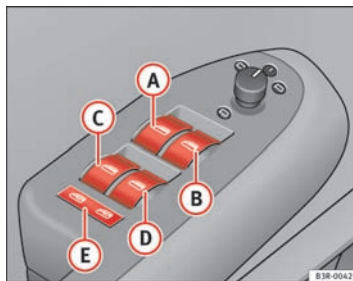

Fig. 80 Détail de la porte du conducteur :
- A** Commande ⇒ fig. 80 de la glace de la porte du conducteur.
Avec le commutateur de sécurité ⇒ page 114, fig. 80 **E** vous pouvez désactiver les commandes de lève-glace situées sur les portières arrière. Il n'est possible d'ouvrir ou de fermer les glaces à partir des places arrière que si le commutateur est enfoncé.